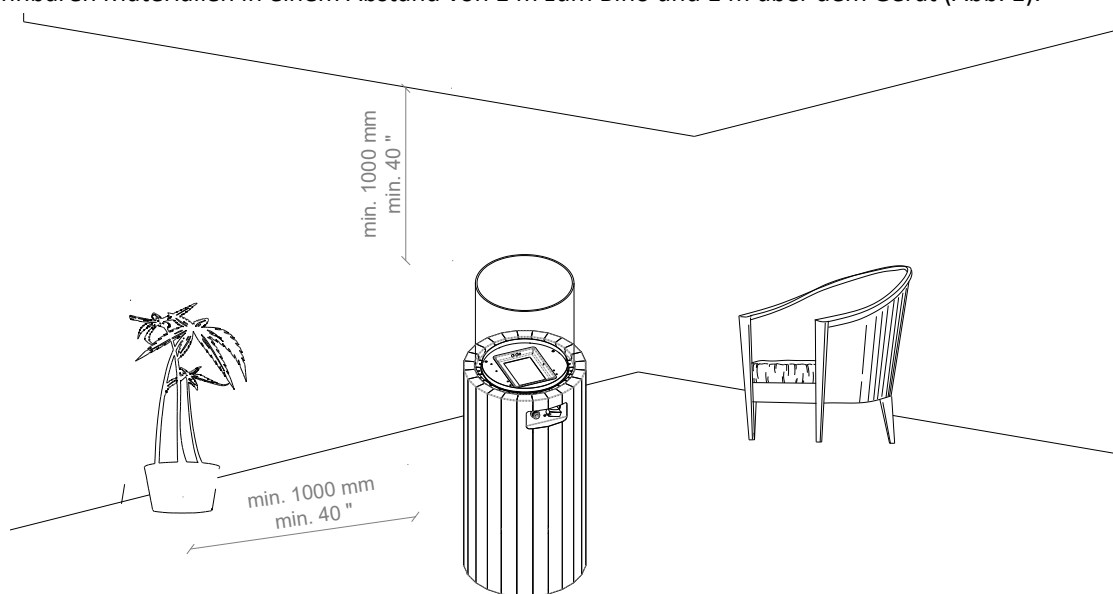

Abb. 1: Mindestabstand zu brennbaren Materialien
- Dieses Gerät muss während des Betriebs von brennbaren Materialien ferngehalten werden. Platzieren Sie keine brennbaren Materialien in einem Abstand von 1 m zum Bino und 1 m über dem Gerät (Abb. 1).